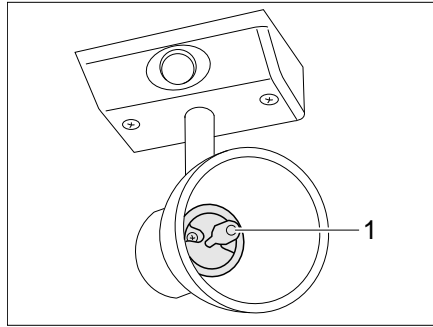

Bild 251 Halogenspotleuchte (mit Glaskelch)
- Halogenglühlampe (Bild 251,1) nach vorn aus der Fassung ziehen.